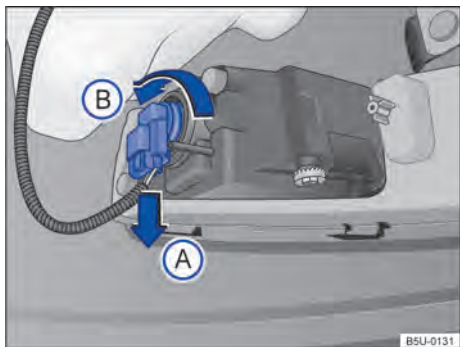

Fig. 174 Atrás do para-choque dianteiro: acesso à lâmpada incandescente do farol de neblina.
2. Desengatar o conector de alimentação da lâmpada \Rightarrow Fig. 174 no sentido da seta , pressionar, ao mesmo tempo, a trava de fixação do conector.
3. Girar o soquete da lâmpada \Rightarrow Fig. 174, no sentido anti-horário da seta , e desengatá-lo do alojamento.